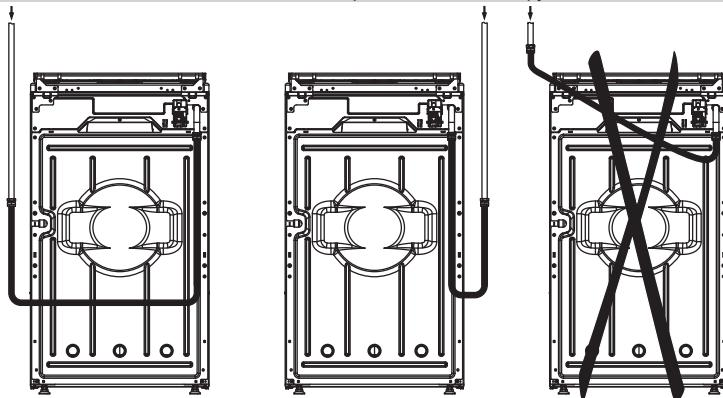

рис. 5
- гибкий присоединительный рукав не должен проходить в зоне горячего воздуха дымохода и касаться задней стенки плиты (рис. 5);
**!** ПОМНИТЕ! После установки плиты на место обязательно проверьте положение гибкого шланга подвода газа и шнура питания (рис. 5). Они не должны проходить над дымоходом и касаться задней стенки плиты. Во время работы духовки там возникает высокая температура, которая может их повредить.